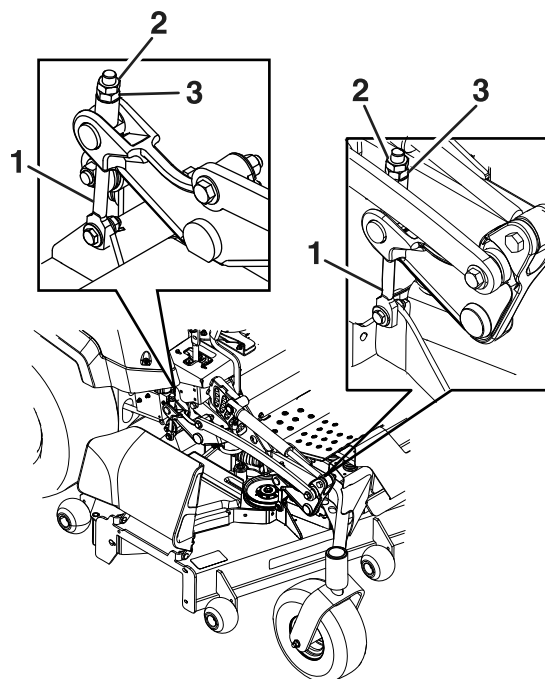

Рисунок 82
8. Ретельно відрегулюйте гайку для налаштування на вузлі підйому переднього кожуха, повернувши її (Рисунок 82).